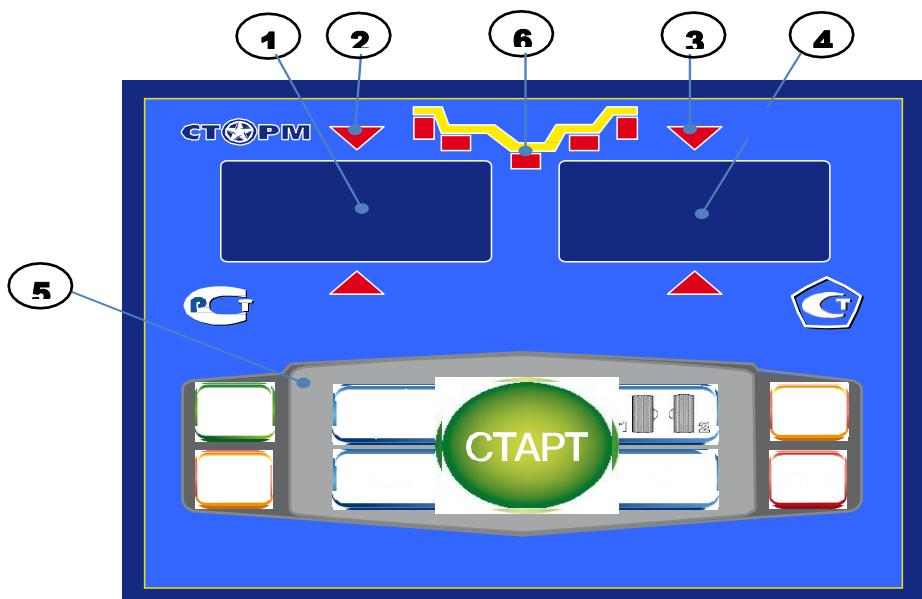

рис.8.1.
8.1. Общий вид лицевой панели показан на рис. 8.1.
При выдвижении штанги на индикаторах 1 (рис. 8.1) отображается значение параметра "A". Значение параметра "d" отображается на индикаторах 4.
Для ввода ширины нажмите кнопку "+" или "-" на индикаторах 1(рис.8.1) высветится "-b-", а на индикаторах 4 значение ширины диска. Через 2-3 сек после установки ширины индикаторы в режим отображения текущего дисбаланса.
Дважды нажать кнопку "A, d, b", после чего на индикаторах 1 (рис.8.1) загорается символ "A", а на индикаторах 4 исходная величина дистанции. Нажимая кнопки "-" и "+" установить на индикаторах 4 требуемую величину дистанции. Через 2-3 сек после установки дистанции показания на индикаторах 1 и 4 возвращаются к отображению текущего дисбаланса, а кнопки "-" и "+" возвращаются в режим ввода ширины обода.
11.1. Переключение схем ALU1-ALU5 осуществляется последовательным нажатием кнопки "ALU" при этом схема установки грузов отображается загоранием соответствующих светодиодов 6 (рис.8.1), кроме того, на индикаторах 1 отображаются символы ALU, а на индикаторах 4 номер 1-5. Через 2-3 сек. после установки требуемой программы ALU индикаторы 1-4 переходят в режим отображения дисбаланса.
Эта функция обеспечивается тем, что каждый раз при вводе новых геометрических параметров и установке требуемой программы ALU, предыдущее состояние запоминается. Для перехода от одного набора параметров к другому необходимо нажать кнопку "1-2". Визуальный контроль того, какие параметры установлены в данный момент, осуществляется нажатием "A,d,b" на индикаторах 4 (рис.8.1) будут последовательно отображены, установленные в данный момент диаметр и ширина обода и дистанция.
13.1. При включении тумблера питания СБ на индикаторах 1 (рис. 8.1) высвечивается трёхзначное число -номер версии программного обеспечения. Через 2-3 сек на индикаторах 1 и 4 должны загореться нули, кроме того должны загореться светодиоды 6, что свидетельствует о включении режима стандартной балансировки с установкой на обеих плоскостях коррекции грузиков на пружинках. На светодиодах 2 и 3 (рис. 8.1) должны загореться оба светодиода.
13.2. При включении СБ программа измерения дисбаланса настраивается таким образом, что дисбаланс менее 8 г ( заводская установка) на любой плоскости коррекции не показывается, в этом случае на индикаторах 1 и 4 (рис. 8.1) высвечиваются "0". Минимальный дисбаланс отображающийся на индикаторах 1 и 4 равен 8г. Дисбаланс, превышающий 8г, округляется до величины кратной 5, т. е. дисбаланс 9, 10, 11 и 12 г отображается цифрой 10, дисбаланс 13, 14, 15, 16 и 17 г - цифрой 15 и т. д. Для просмотра неокруглённого значения дисбаланса или дисбаланса менее 8г. необходимо нажать кнопку "<", при этом на индикаторах 1 и 4 на 2-3 сек высчитываются фактические значения дисбаланса, определённые в данном запуске.
**13.5.1. Поднимите защитный кожух.** Вручную поворачивайте колесо в направлении, которое показывают светодиоды 2 и 3 (рис. 8.1.) до тех пор, пока не загорятся оба светодиода и начнут мигать вместе с значением массы корректирующих грузов.
14.2.1. Войти в программу калибровки СБ, для чего нажать и удерживать кнопку "C". На индикаторах 1 и 4 (рис.8.1), появятся мигающие символы "CAL". После звукового сигнала символы "CAL" загораются постоянно.